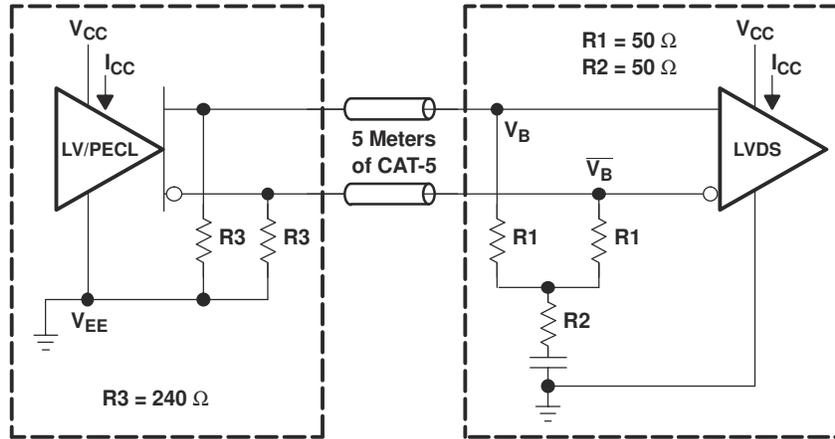
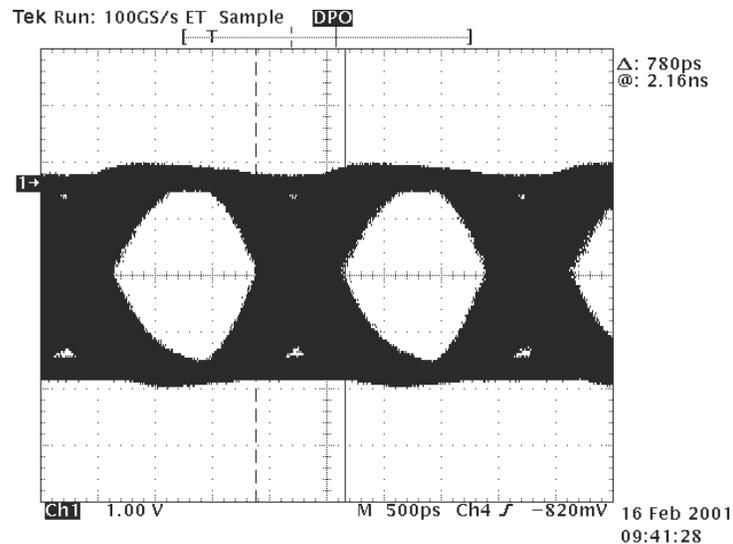

图 8-4. LVPECL 或 PECL 至远程宽共模 LVDS 接收器
图 8-5. 500Mbps 接收器输出 (CH1) 的 LV/PECL 至远程 SN55LVRA4-SEP
图 8-4 和 图 8-5 展示了如何使用 LV/PECL 驱动器驱动 5 米的 CAT-5 电缆并由德州仪器 (TI) 的宽共模接收器接收, 以及由此产生的眼图。为了给 LV/PECL 驱动器提供接地的电阻器路径, 需要 R_3 的值。在没有电阻分压器的情况下, R_1 只需匹配 $50\ \Omega$ 的特性负载阻抗。 R_2 电阻器阻值较小, 旨在尽可能减少任何可能的共模电流反射。